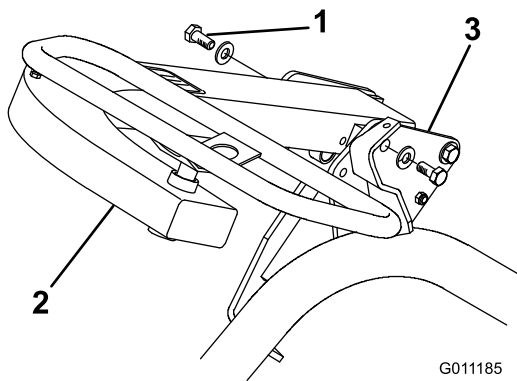

Figura 6
3. Seleccione el taladro de montaje que dé la postura más cómoda para el operador y fije el brazo con 2 pernos (1/2 x 3/4 pulgada y arandelas (1/2 pulgada) (se suministra una de cada con las piezas sueltas) (Figura 6).